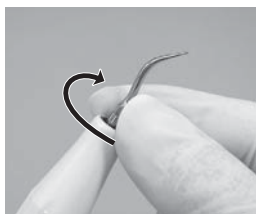

Fig.13
- 1) Tournez légèrement l'insert de la main, puis installez-le. (Fig. 13)